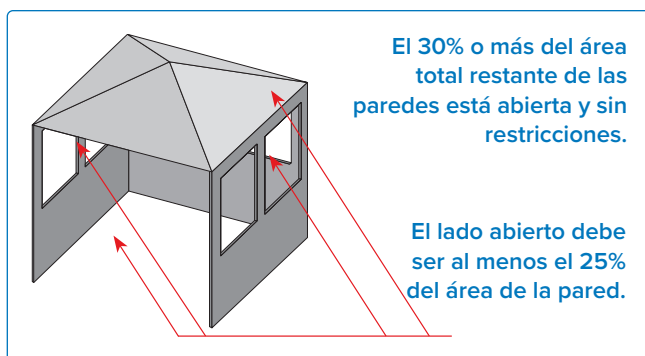
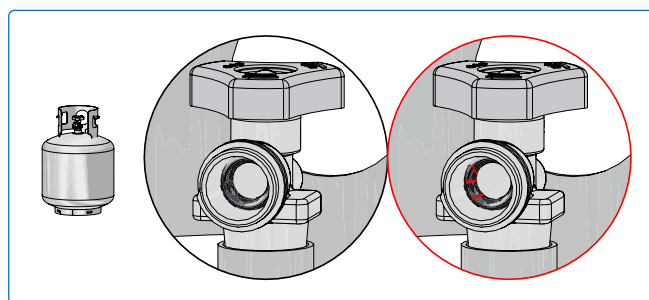

Fig. 4
Fig. 5
- Recinto con tres paredes y una cubierta superior, siempre que el 30% o más del perímetro horizontal total esté permanentemente abierto y sin restricciones (**Fig. 4 y Fig. 5**).